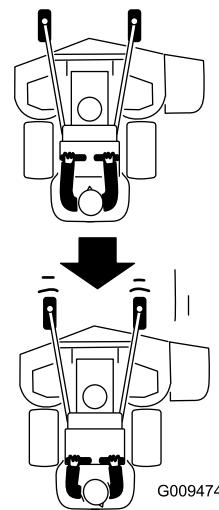

Figura 21
- Tire lentamente de las palancas de control de movimiento hacia atrás (Figura 21).